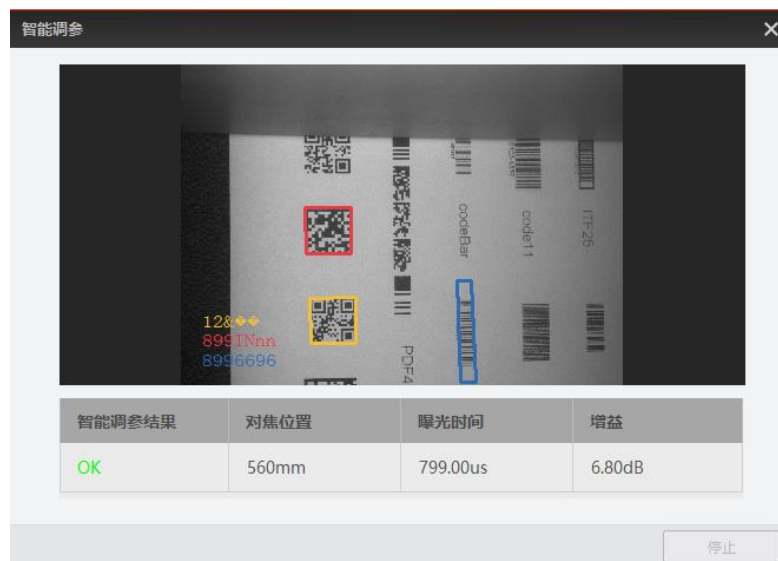

图4-20 调参进度
3. 点击开始智能调参参数处的 **Execute**，设备将开始智能调参，同时弹出智能调参窗口，可查看智能调参参数及效果，如图 4-20 所示。